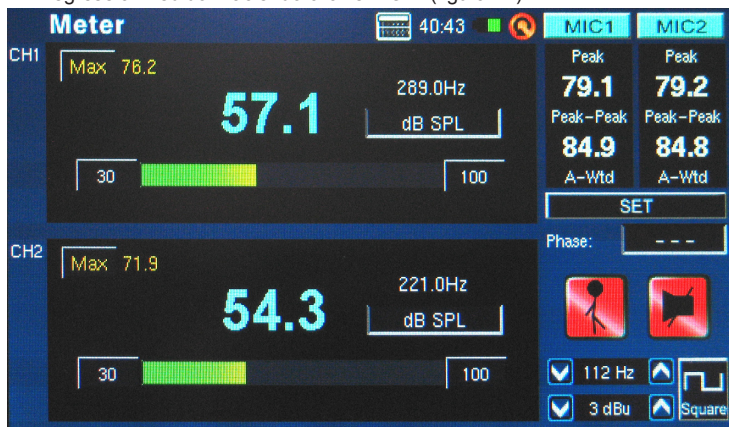

figura 47
4. Regrese al medidor haciendo click en "OK" (figura 47).